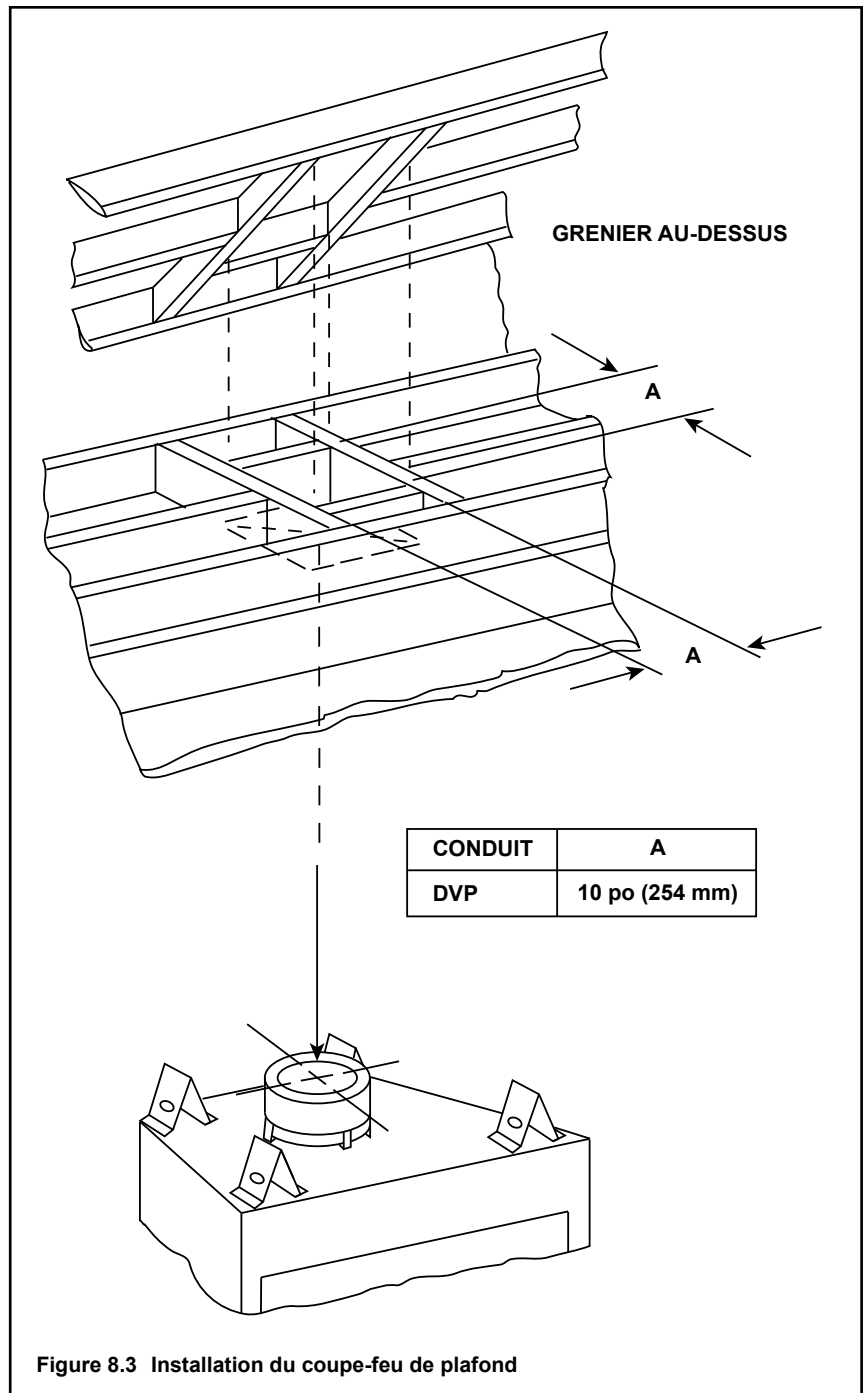

Figure 8.3 Installation du coupe-feu de plafond
- **Tuyau DVP seulement** – Découpez et encadrez une ouverture de 10 po par 10 po (254 mm par 254 mm) aux endroits où le conduit pénètre un plafond ou un plancher (voir la figure 8.3).